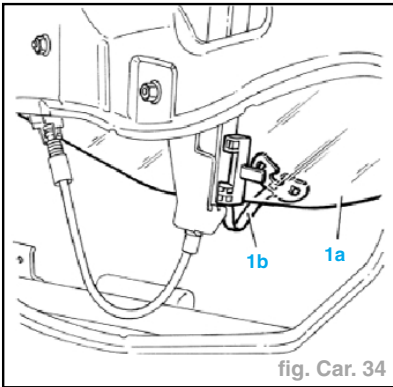

fig. Car. 34
- Détacher la vitre (1a) de la retenue de sécurité (1b) (fig. Car. 34).